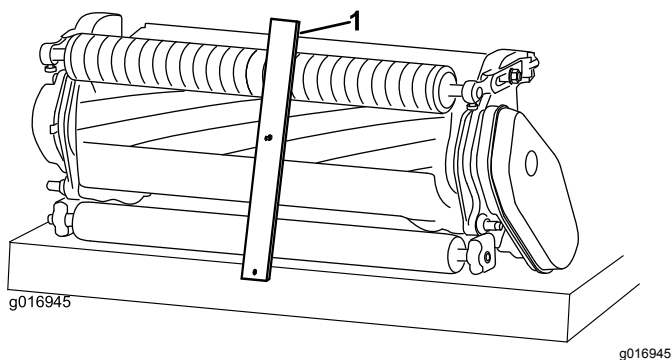

Figure 15
2. Accrochez la tête de la vis du gabarit de hauteur de coupe sur le côté droit du tranchant de la contre-lame et faites reposer l'arrière du gabarit sur le rouleau arrière (Figure 15).